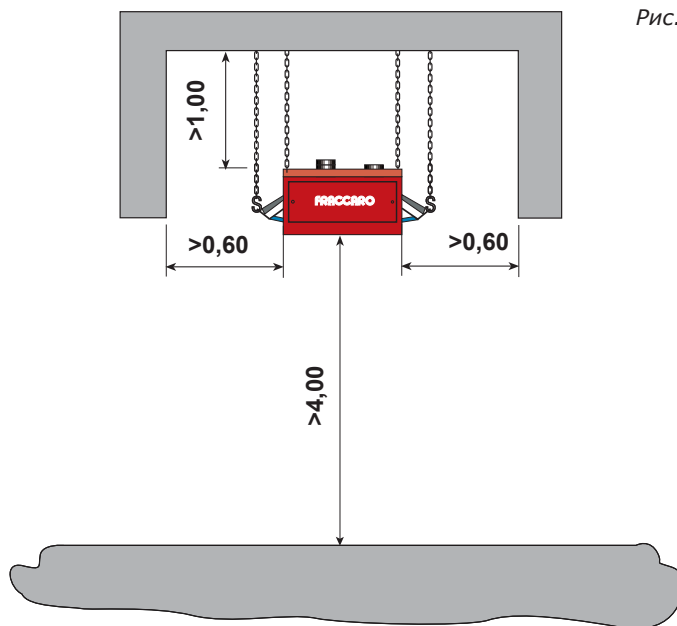

Рис. 47
- 4 Расстояние между наружной поверхностью модуля и уровнем пола должно быть не менее 4 м (рис. 47).